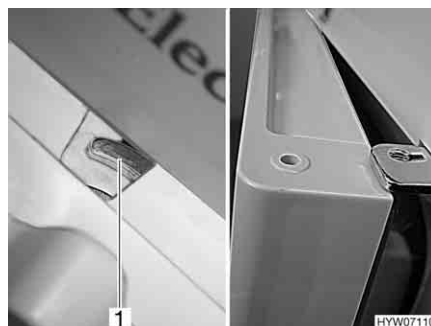

Fig. 194 Porta del frigorifero in posizione di ricircolo dell'aria (serie Dometic 7)
- Spostare il dispositivo di bloccaggio completamente verso destra. La porta del frigorifero è bloccata con l'ausilio dell'arresto della porta (Fig. 194,1). In questo modo la porta del frigorifero rimane ferma in posizione socchiusa (Fig. 194).